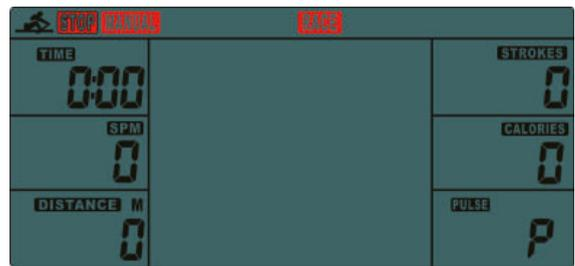

Abb. 3
1. Zunächst stellen Sie im Zeitfenster das Jahr (bei STROKES); den Monat (bei CALORIES); den Tag (bei PULSE) ein. Nach der Bestätigung blinkt ALARM. Drücken Sie UP, um ON/OFF, das Alarmsignal, einzustellen. Wird das Signal nicht angezeigt, drücken Sie ENTER, um zum nächsten zu gelangen. Wenn das Alarmsignal ON anzeigt, drücken Sie ENTER, um die Alarmzeit einzustellen (gleich Uhrzeiteinstellung). Nach der Eingabe wechseln Sie in die Sport-Abbildungen (Abb. 3).